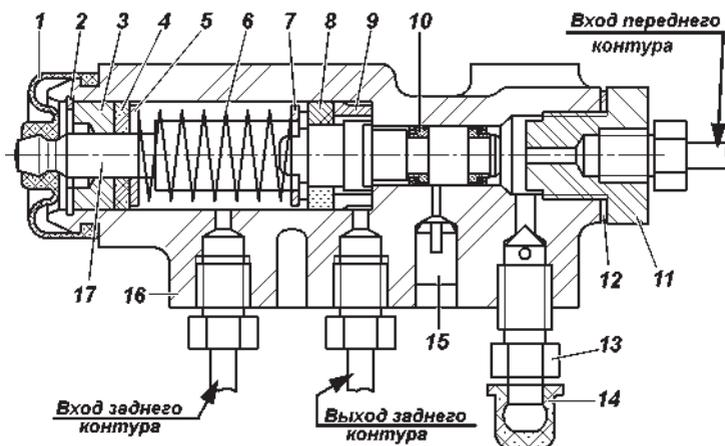

Рис. 9.24. Регулятор давления:
Регулятор давления. На автомобилях, не оснащенных антиблокировочной системой тормозов, устанавливается регулятор давления (рис. 9.24), который обеспечивает оптимальное распределение тормозных сил по осям автомобиля и не допускает блокировку задних колес раньше передних. При обслуживании проверяйте работоспособность регулятора давления. Очищайте регулятор от грязи и проверяйте надежность его крепления. Внешним осмотром убедитесь, что регулятор и детали его привода не имеют повреждений, отсутствуют подтекания тормозной
При нажатии на педаль тормоза поршень 17 (рис. 9.24) регулятора давления должен выдвинуться из корпуса на 1,7 - 2,3 мм. Отсутствие хода поршня, а также его недостаточный или чрезмерный ход свидетельствует о неисправности регулятора или его привода.
3. Заверните болт 3 до соприкосновения его с хвостовиком поршня 17 (рис. 9.24) регулятора.